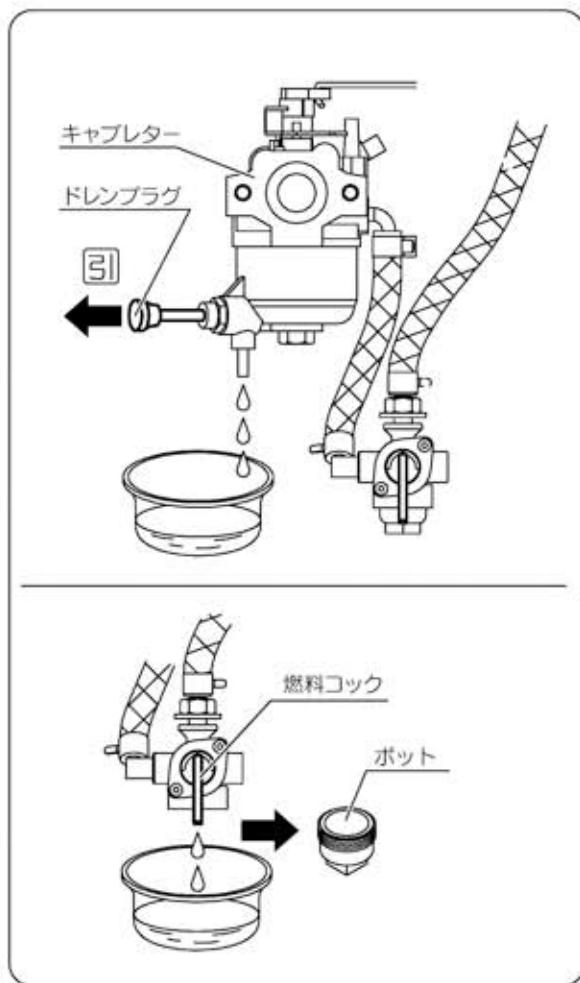

図53
- ④カバーをかけ、湿気やホコリの少ない場所に置いてください。
■燃料の抜取り(図53)